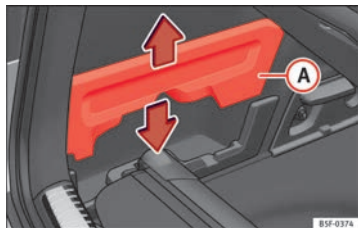

Fig. 98 En el maletero: alojamiento para guardar la bandeja portaobjetos.
- Extraiga las tapas ⇒ fig. 98 (A) izquierda y derecha.